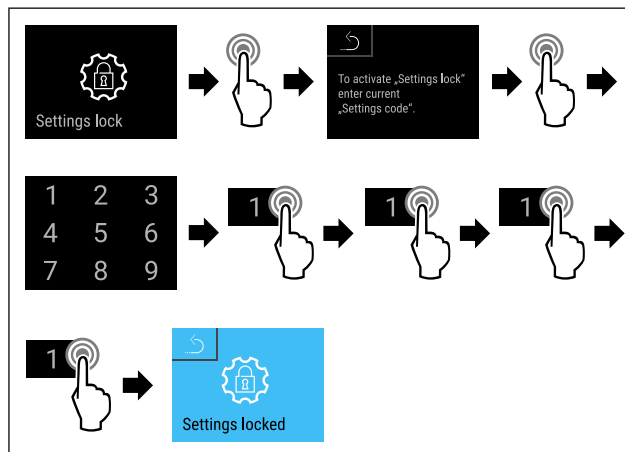

Fig. 88
- Suivre les étapes (voir Fig. 88) .